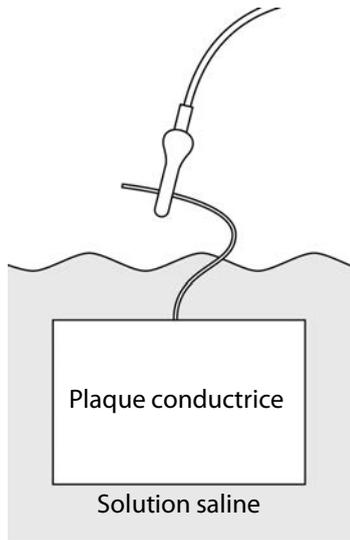

Figure 20 Raccordement de la plaque conductrice
- a Raccorder le câble noir à la plaque de cuivre ou d'aluminium plongée dans la solution saline, comme indiqué à la **Figure 20**.